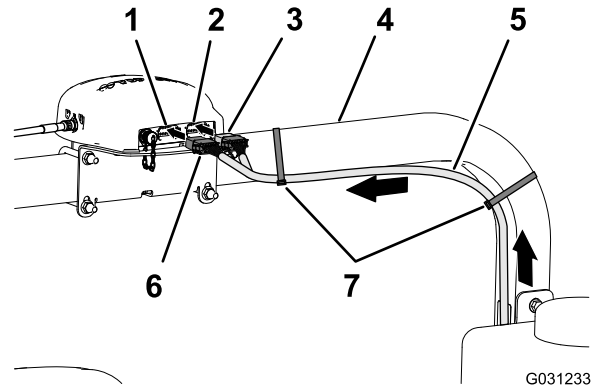

图158
2. 沿着右 ROPS 管布置 390cm 数据线束支管让灰色 12 插槽接头和黑色 12 插槽接头向上对着导向接收器图158。
- 如 图158 所示用 2 条扎带将 390cm 数据线束支管固定到右 ROPS 管上。